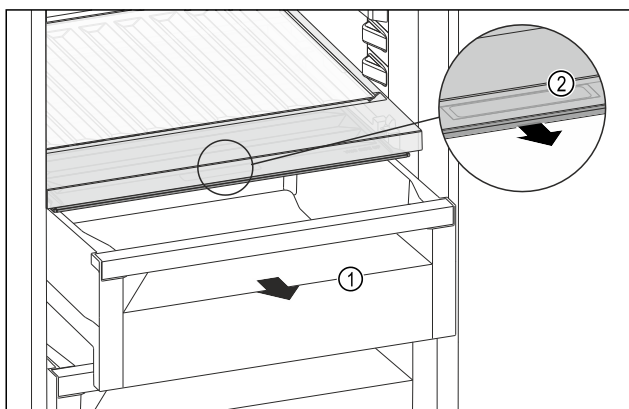

Fig. 158
- Tërhiqni jashtë sirtarin Fig. 158 (1).
- Kapni dorezën e futur Fig. 158 (2) në kapakun e ndarjes dhe në të njëjtën kohë tërhiqni përpara kapakun e ndarjes.